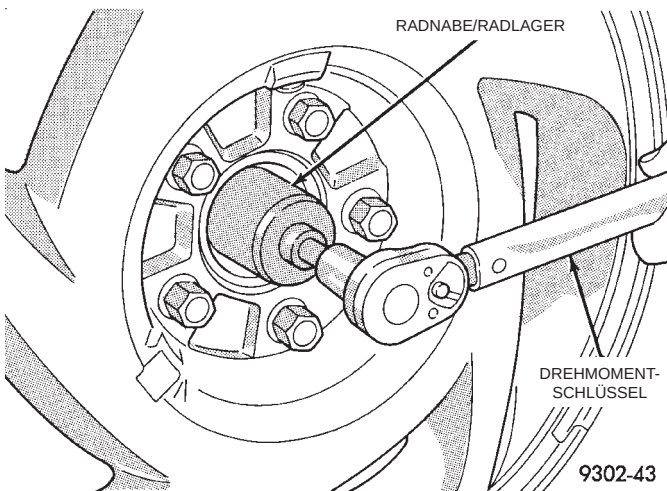

Abb. 28 Zentralmutter der Radnabe/Radlagereinheit festziehen
(12) Bei angezogenen Fahrzeugbremsen die **NEUE** Zentralmutter der Radnabe/Radlagereinheit mit einem Anzugsmoment von 163 N·m $\pm$ 14 N·m (120 ft. lbs. $\pm$ 10 ft. lbs.) festziehen (Abb. 28).